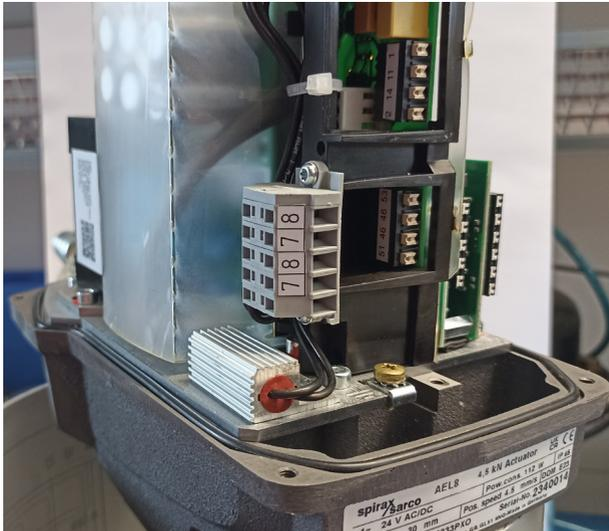

Abb. 7 Montage Heizung
- Richten Sie die Heizung wie in Abbildung 7 gezeigt, sorgfältig aus und schrauben Sie sie mit den vorgesehenen Schrauben an der Grundplatte fest (max. 2 Nm).